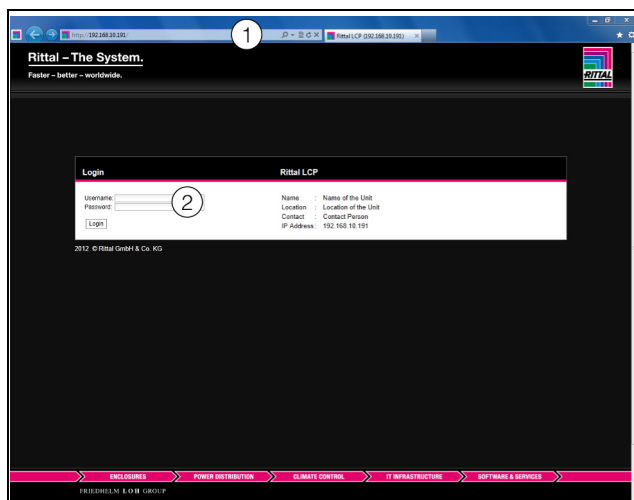

Fig. 89 : écran d'identification lors d'une connexion HTTP
- Saisir l'adresse **http://192.168.0.190** dans le navigateur (fig. 89, pos. 1). Le dialogue pour l'identification est affiché sur l'appareil.
- S'identifier comme utilisateur **admin** avec le mot de passe **admin** (fig. 89, pos. 2).